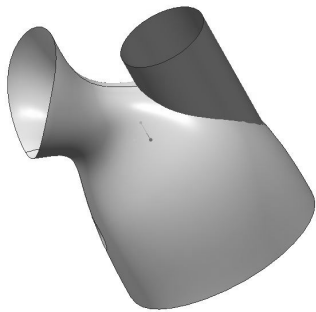
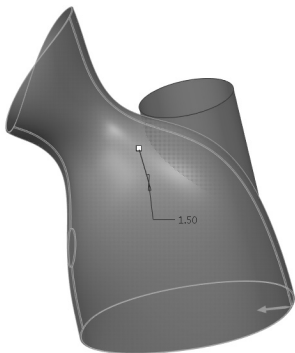

图 8-63 分型面建立
图 8-64 主体曲面偏移
(1) 参照步骤 3 (1) 新建“盖子.prt”，选取【默认】约束，完成“盖子.prt”的装配。
(2) 参照步骤 3 (2) 选取如图 8-63 所示的蒸脸器曲面；然后“拉伸 10”进行复制几何。点选主体曲面，单击【模型】→【编辑】模块中的  按钮，再单击标准偏移按钮 ，在【偏移距离】输入框内输入需要偏移的距离 1.5。单击  按钮，完成曲面的偏移，如图 8-64 所示。